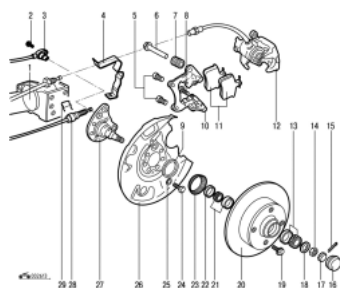

Рис. 6.13. Дисковый тормозной механизм:
- снимите тормозной цилиндр (не отсоединяя от него шланг) и демонтируйте тормозной диск 20 (рис. 6.13) вместе со ступицей. При этом высвободится наружный подшипник 13;